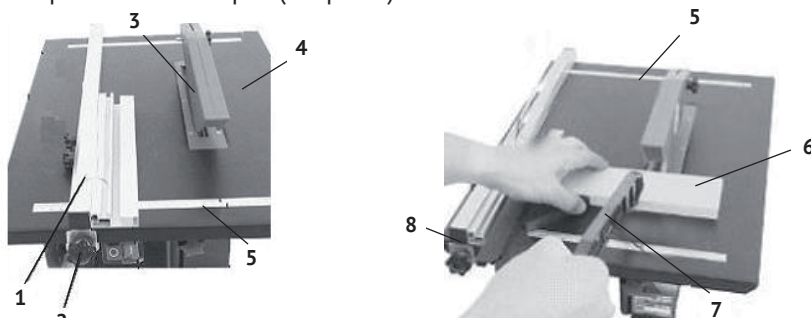

рис. 5
### 2.2.1 Прямолинейный рез (см. рис.5):
- в зависимости от толщины заготовки установить на рабочий стол (рис.5 поз.4) параллельный упор (рис.5 поз.1) высоким или низким бортиком в сторону режущего диска (рис.5 поз.3);
- ослабить винты (рис.5 поз.2) зажимов (рис.5 поз.8), сдвинуть планку параллельного упора (рис.5 поз.1) до совпадения отмеченной линии реза на заготовке (рис.5 поз.6) с плоскостью режущего диска (рис.5 поз.3);
- при работе с узкими заготовками или при поперечном резе необходимо использовать толкатель (рис.5 поз.7), как показано на рис.5;
- прижав торец заготовки к угловому упору ослабить винты (рис.5 поз.2) зажимов (рис.5 поз.8), сдвинуть планку параллельного упора (рис.5 поз.1) до совпадения отмеченной линии реза на заготовке (рис.5 поз.6) с плоскостью режущего диска (рис.5 поз.3);